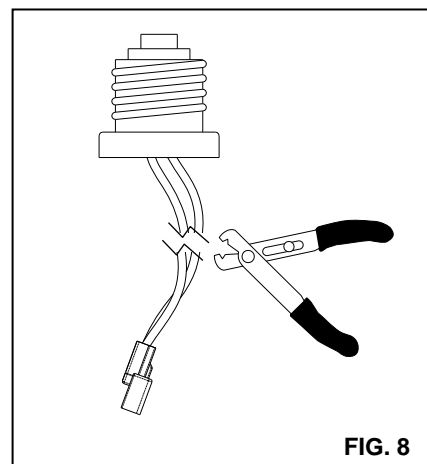

FIG. 8
2. Corte los cables en la base E-26 proveído con este luminario. **(FIG. 8)**